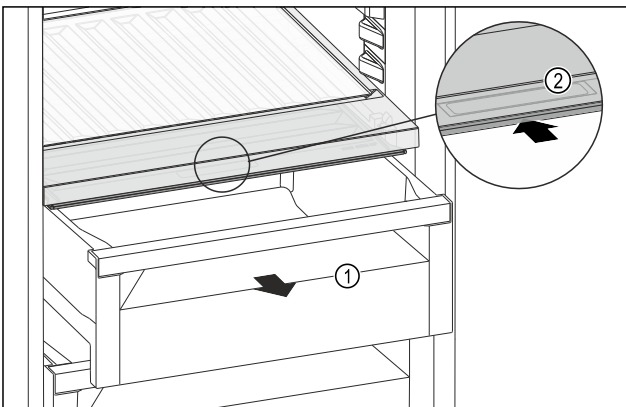

Fig. 110
- ▶ 拉出抽屉 Fig. 110 (1)。
- ▶ 抓住抽屉盖上的内嵌式拉手 Fig. 110 (2)，并同时向后推入抽屉盖。